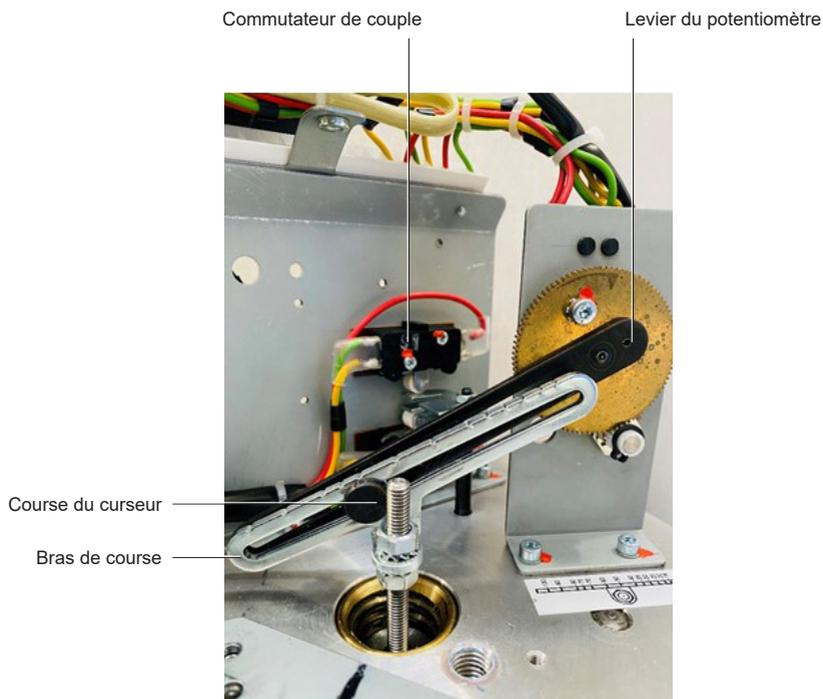

Fig. 30 8 kN+ AEL7 Disposition du bras de course
La course physique de l'actionneur 8 kN+ de la série AEL7 peut être ajustée avec précision pour répondre aux exigences de course de la vanne, par exemple lorsque la poussée de l'actionneur risque d'endommager la vanne. Ceci est contrôlé par l'interrupteur S3 dépendant de la course. L'augmentation ou la diminution de la course aura un impact sur la résolution du potentiomètre. Le maintien de la résolution du potentiomètre est contrôlé par le bras et le curseur de course (figure 30).
- Le bras de course et le levier du potentiomètre doivent être parallèles (figure 30).